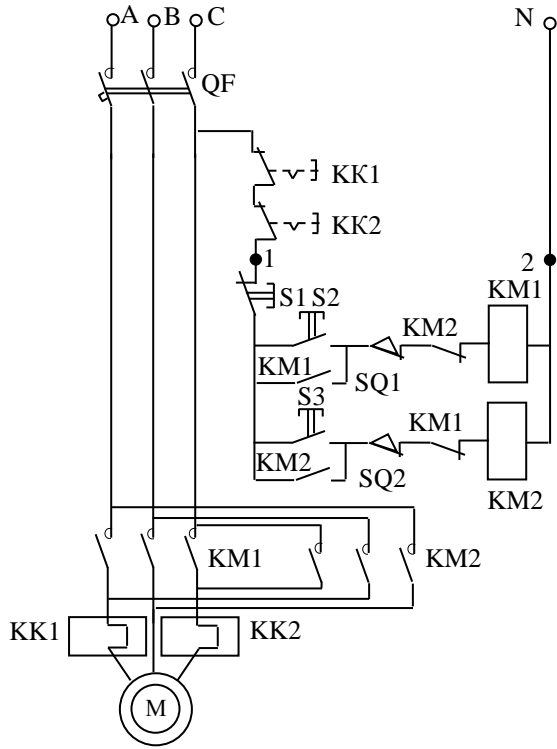

Рисунок 3.16
1) рисунок 3.16 – схема управления и защиты от перегрузок и коротких замыканий реверсивного асинхронного двигателя с короткозамкнутой обмоткой ротора с ограничением пути перемещения элемента приводного механизма [5, с.504];